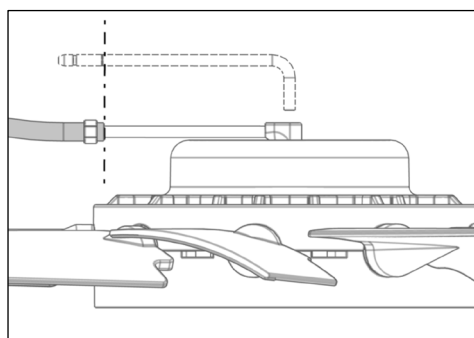

Fig. 18
- 9) Glisați furtunul de aer comprimat peste tubul de admisie a aerului până la marcaj (25 mm / 0,984") (Fig. 18).